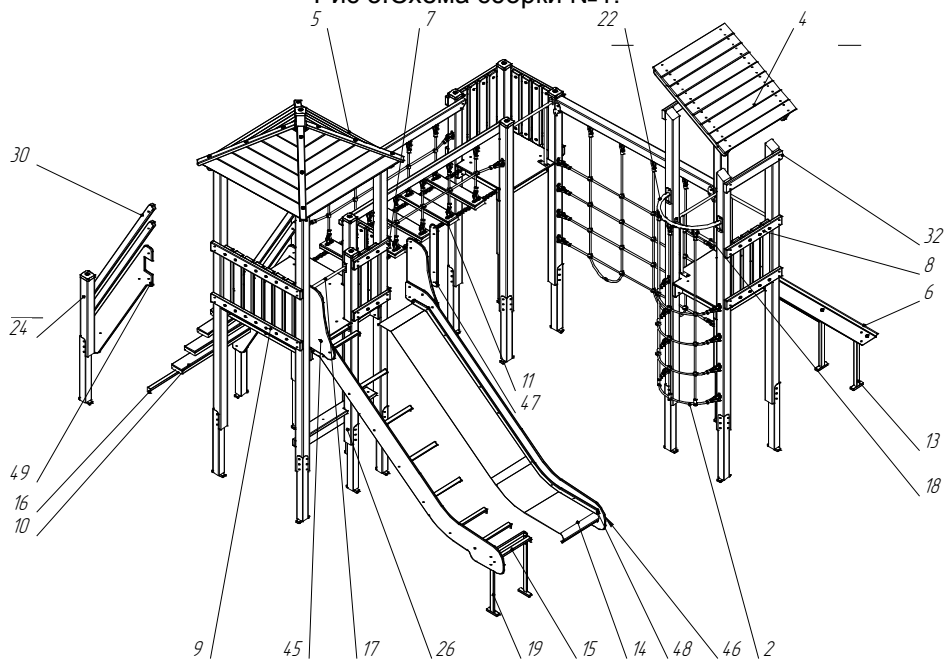

Рис.4. Схема сборки №2.
7. Установите ограждения (поз.7,8,9), согласно схеме на рис.4, с помощью саморезов 6х90, шайб 8 и составных колпачков 8 (по 48 шт.).